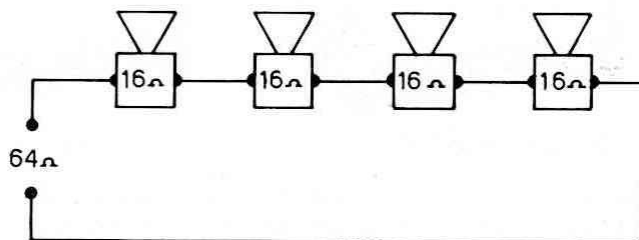

Fig. 2
- **in serie** (vedi fig. 2); l'impedenza complessiva R in ohm sarà uguale alla somma delle impedenze dei vari altoparlanti;